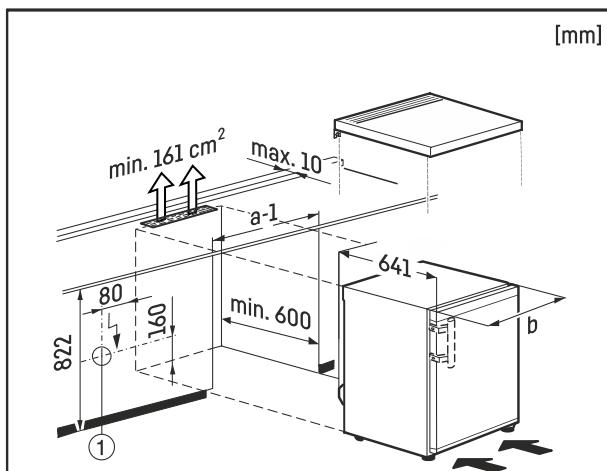

Fig. 9
Розетка Fig. 9 (1) має бути розташована в легкодоступному місці, за межами задньої сторони пристроя.